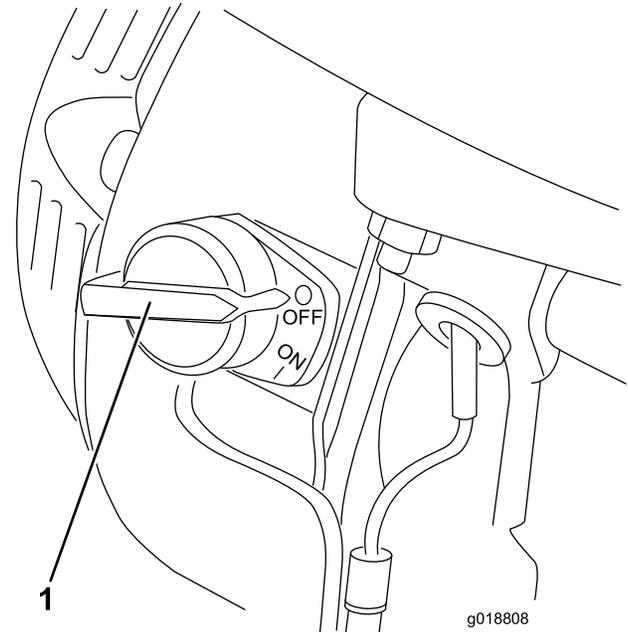

Figure 5
La commande marche/arrêt (Figure 5) permet de démarrer et d'arrêter le moteur. Cette commande est située sur l'avant du moteur. Elle porte les mentions I (ON) (marche) et O (OFF) (arrêt). Pour mettre la machine en marche, vous devez d'abord amener cette commande en position de marche. Pour arrêter le moteur, amenez cette commande en position d'arrêt.